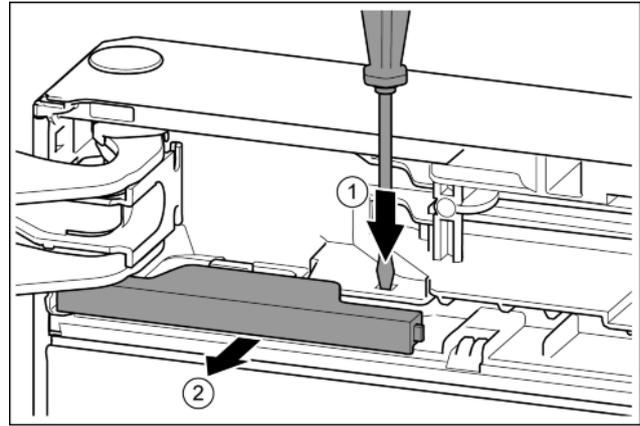

Fig. 12
- Lasche mit Schlitzschraubendreher drücken. Fig. 12 (1)
- Abdeckung aus der Verrastung ziehen. Fig. 12 (2)